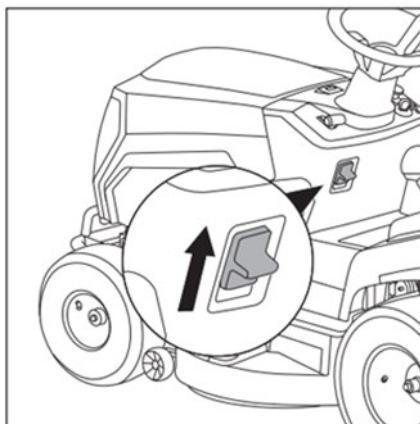

Fig.18
2. Spostare il pulsante del freno di stazionamento verso l'alto fino alla posizione di blocco e tenerlo premuto (Fig.18).